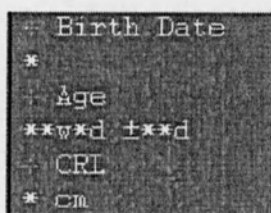

Рисунок 4.35.4
- Результаты измерений, внутриутробный возраст плода (**Age**) и предполагаемая дата рождения отображаются в окне 10 (см. рис. 4.35.4) и заносятся в соответствующий протокол обследования.